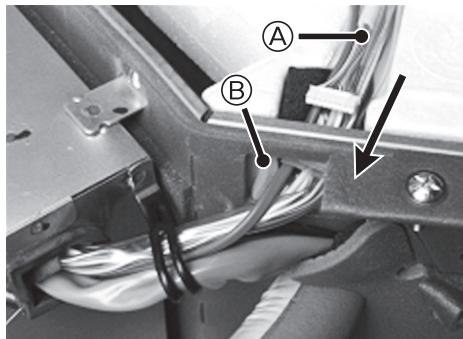

Fig. 4-2
- Δρομολογήστε τον σύνδεσμο της εσωτερικής πλακέτας ελέγχου (λευκός) του ασύρματου καλωδίου ζεύξης μέσα από τον ΔΑΚΤΥΛΙΟ της κύριας μονάδας στην κατεύθυνση που υποδιεκνύεται από το βέλος. (Fig. 4-2)